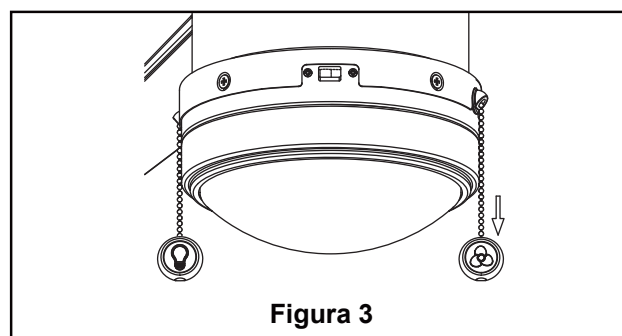

Figura 3
3. Verifique el funcionamiento del ventilador jalando suavemente de la cadena del tirador del ventilador. (Figura 3)